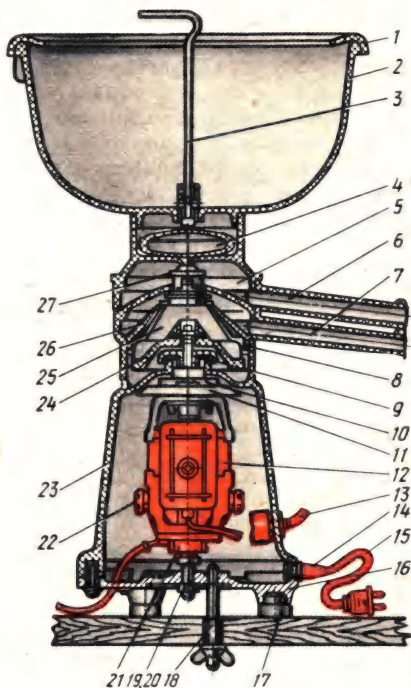

Рис. 40. Сепаратор «Сатурн-2»:
**Электросепараторы.** Предназначены для разделения молока на сливки и обрат (обезжиренное молоко). Аппараты состоят из трех основных узлов: электропривода, барабана и приемно-выводного устройства (рис. 40).